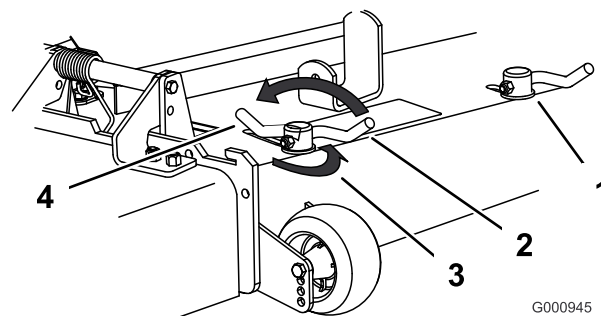

Figure 22
3. Pour régler les verrous à came, soulevez le levier pour desserrer le verrou (Figure 22).
5. Repoussez le levier à sa position d'origine pour serrer le déflecteur et les verrous (Figure 22).